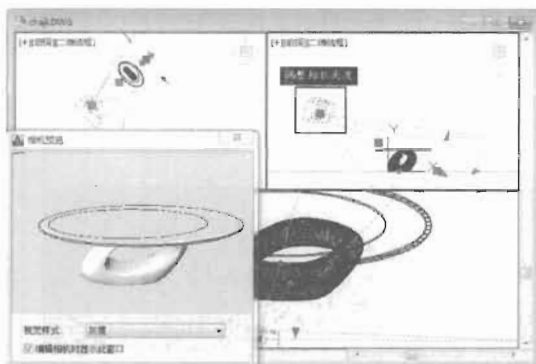

图 15-104
(5) 在俯视图中调整好相机的水平位置,在前视图中移动相机以调整它的高度,如图 15-104 所示。